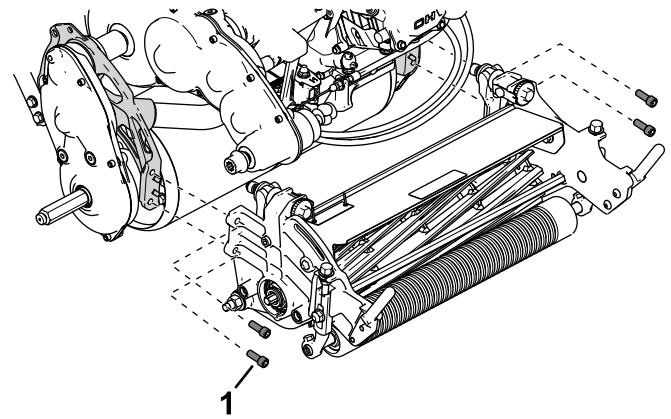

Рисунок 44
- 5. Используйте 4 винта с внутренними шестигранниками для крепления режущего блока к раме (Рисунок 44).